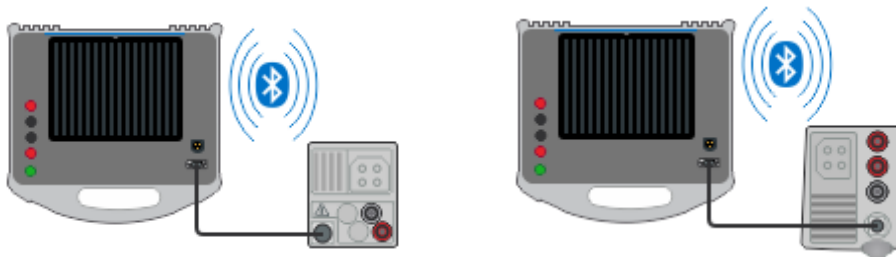

Abbildung 5.1: Anschluss des Euro Z 440 V am Master-Prüfgerät über RS 232 oder Bluetooth (am Beispiel von MI 3152 und MI 3155)
- Für die RS 232-Kommunikation schließen Sie das serielle Schnittstellenkabel RS232 9-Pin-Buchse / PS 2 an das Master-Prüfgerät und das Euro-Z-Prüfgerät an. Siehe *Abbildung 5.1*